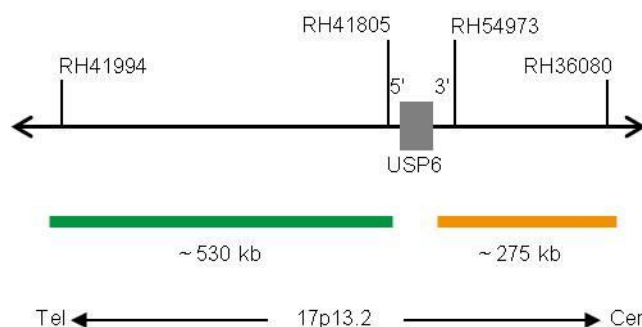

Fig. 1: SPEC USP6 Mapa da sonda (sem escala)
- Polinucleótidos (~10.0 ng/μl) com marcação ZyGreen (excitação 503 nm/emissão 528 nm), dirigidos ao mapeamento de sequências alvo em 17p13.2* (chr17:4,489,889-5,017,582) distais à região de quebra do USP6 (ver Fig. 1).
- Polinucleótidos (~4.5 ng/μl) com marcação ZyOrange (excitação 547 nm/emissão 572 nm), dirigidos ao mapeamento de sequências alvo em 17p13.2* (chr17:5,087,046-5,361,104) proximais à região de quebra do USP6 (ver Fig. 1).